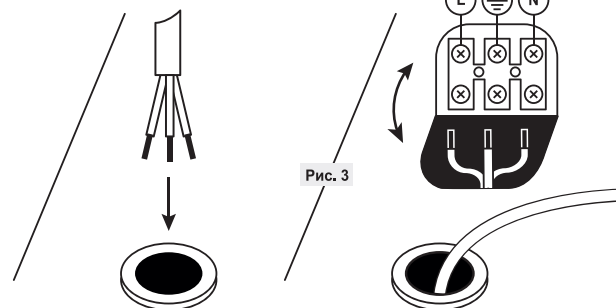

Рис. 3
5. Присоедините подготовленные концы кабеля к позициям L, N, ⊕ (Рис. 3). Загните колодку обратно в панель.